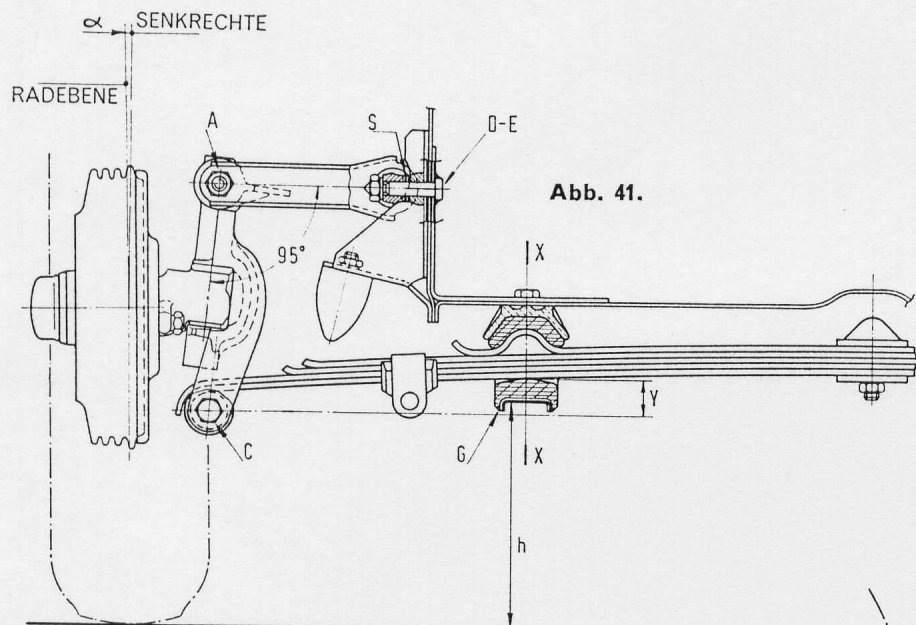
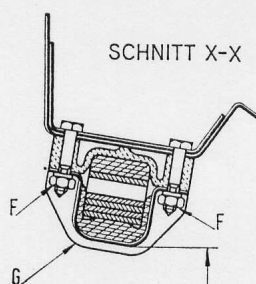
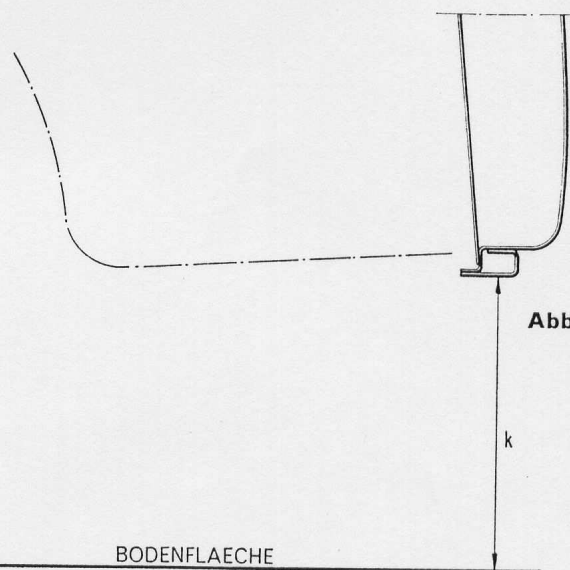

Abb. 41.
Abb. 44.
Abb. 45.
geschrieben, wenn der Abstand y (Abb. 41) zwischen der Geraden durch die Mitten der Blattfederaugen und der unteren Blattfederfläche in den Ebenen X-X ~ 28 mm beträgt (siehe Abb. 41). Blattfeder am Wagenkasten befestigen und hierbei Muttern F (Abb. 44) mit einem Drehmoment von 4000 mmkg anziehen.
Schraube A (Abb. 41 u. 42) während die Achsen des Querlenkers und des Achsschenkelträgers einen Winkel von $\sim 95^\circ$ bilden, anziehen.
Beim Anziehen der Schraube C (Abb. 41 u. 42) muss die Federdurchbiegung der « statischen Belastung » entsprechen.
- a) Die Vorderradaufhängung hat eine Stellung eingenommen, die der « statischen Belastung » entspricht, wenn der Abstand h (Abb. 41 u. 44) zwischen den Federböcken G und der Bodenfläche ~ 173 mm beträgt und die Entfernung vom Boden k (Abb. 45) der hinteren Stütze zum Anheben des Wagens ~ 226 mm misst.
- b) Die genaue Einstellung der Winkel α u. β erfolgt durch besondere Einstellscheiben S (Abb. 41 u. 43) von je 0,5 mm Stärke, die an den Schrauben D u. E (Abb. 41 u. 43) zwischen Querlenkerachse und Karosserie gelegt werden.
- c) Um den Sturzwinkel α zu vergrößern, ist eine größere Gesamtstärke der Einstellscheiben S (Abb. 41 u. 43) beider Schrauben D u. E notwendig und umgekehrt, wenn der Sturzwinkel zu verringern ist.
- d) Um den Nachlaufwinkel β zu vergrößern, werden die Einstellscheiben S (Abb. 41 u. 43) der hinteren Schraube E an der vorderen Schraube D versetzt und umgekehrt, wenn der Winkel zu verringern ist.